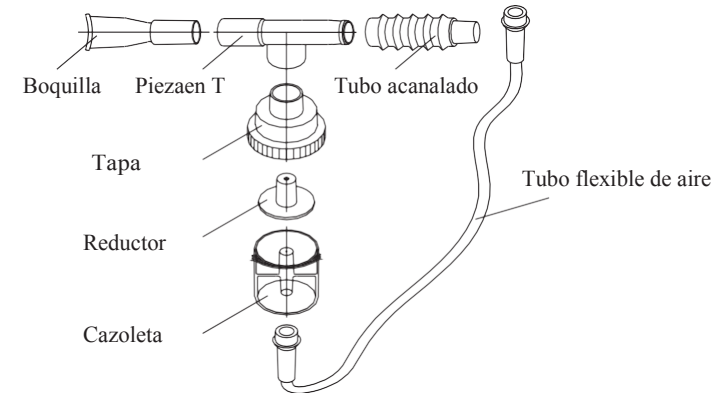

Figura 8: Componentes del nebulizador
- ▶ Cuando haya terminado de limpiarlos, deberá secar todos los componentes antes de guardarlos. (El montaje del nebulizador se muestra en la figura 8).
- 1) Después de la nebulización, extraiga el nebulizador del concentrador de oxígeno. Apague el concentrador de oxígeno, desconecte el tubo, retire la tapa, desmonte el nebulizador como se muestra en la Figura 8.